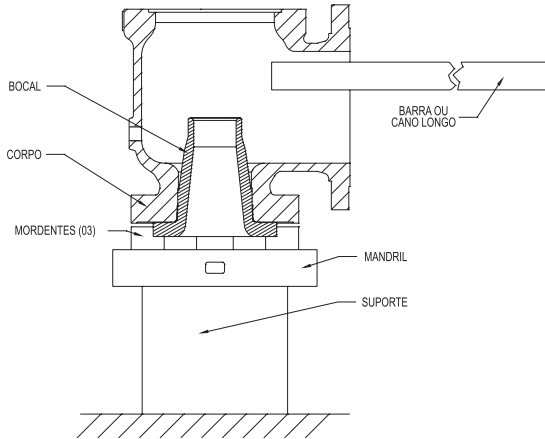

Figura 06
- 5.1.14 Remova o bocal (02) do corpo (01). O bocal é montado no corpo por meio de rosca direita. Utilizando-se um mandril de 3 ou 4 mordentes, prenda o bocal no mandril e solte-o do corpo utilizando uma barra ou cano (Figura 06) e girando o corpo no sentido anti-horário. Tenha cuidado ao utilizar a barra ou o cano na cone-